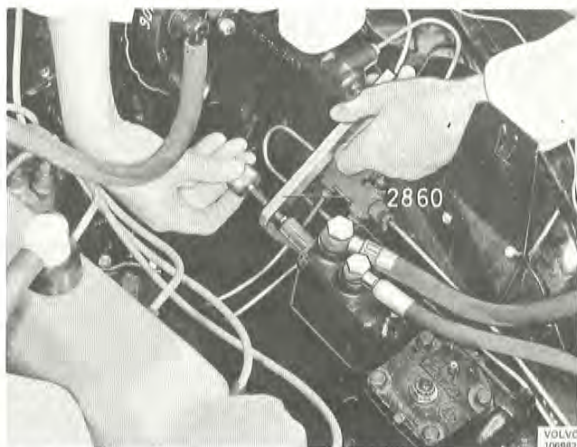

Bild 81. Demontering av tätningssring
4. Träd försiktigt in verktyg 2860 i tätningssringen. Dra åt skruven (bild 81) varvid tätningssringen dras ut. Fastnar ringen i låsringsspåret vrids verktyget försiktigt fram och tillbaka.